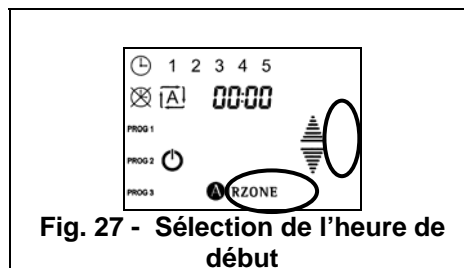

Fig. 27 - Sélection de l'heure de début
- 6) Sélectionnez à l'aide des flèches de sélection l'heure de début puis validez en appuyant sur l'icône AIRZONE (Fig. 27).
- 7) Sélectionnez à l'aide des flèches de sélection les minutes de l'heure de début puis validez en appuyant sur l'icône AIRZONE (Fig. 27).